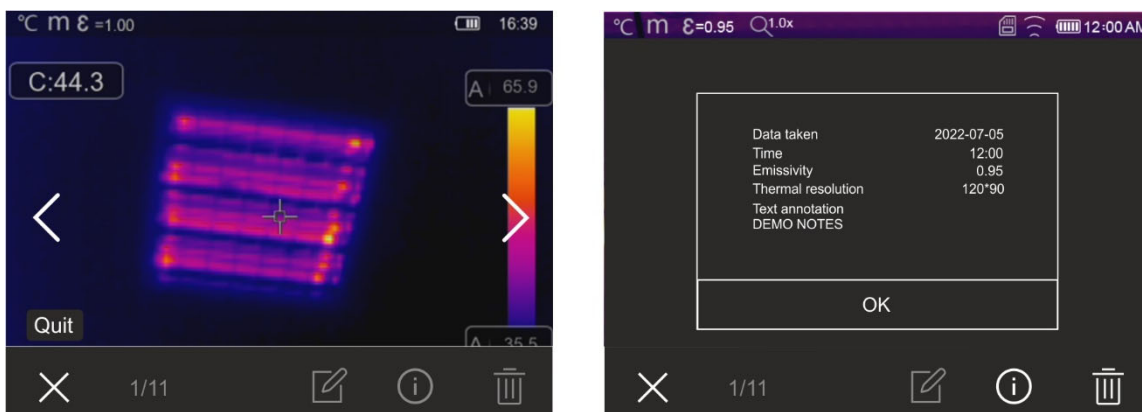

Abb. 49: Displayaufruf der gespeicherten Bilder
1. Drücken Sie die Symbol , um die Galerie der Bilder und Videos aufzurufen, die im internen Speicher des Geräts oder auf der eingelegten Mikro-SD-Karte gespeichert sind. Die folgende Bildschirmseite in der Abb. 49 – linke Seite erscheint im Display.
3. Berühren Sie das Symbol “i”, um den Abschnitt mit den Informationen über das gespeicherte Bild zu öffnen. Die Bildschirmseite in Abb. 49 – rechte Seite erscheint im Display.